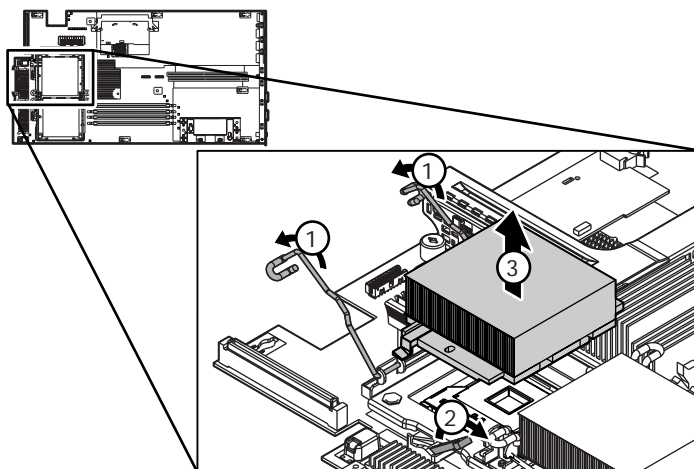

Figure 94 Clips du processeur et levier de verrouillage
5. Relâchez les clips qui retiennent le processeur de chaque côté du bloc processeur (1) (Figure 94).
6. Séparez le processeur du connecteur en soulevant et en faisant pivoter le levier de verrouillage sur environ 180° (2).